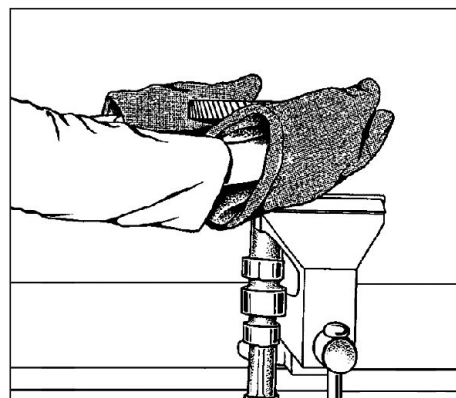

Рис. 45. Сборка вала распределительного.
3. Установить шестерню (см. Рис. 45).